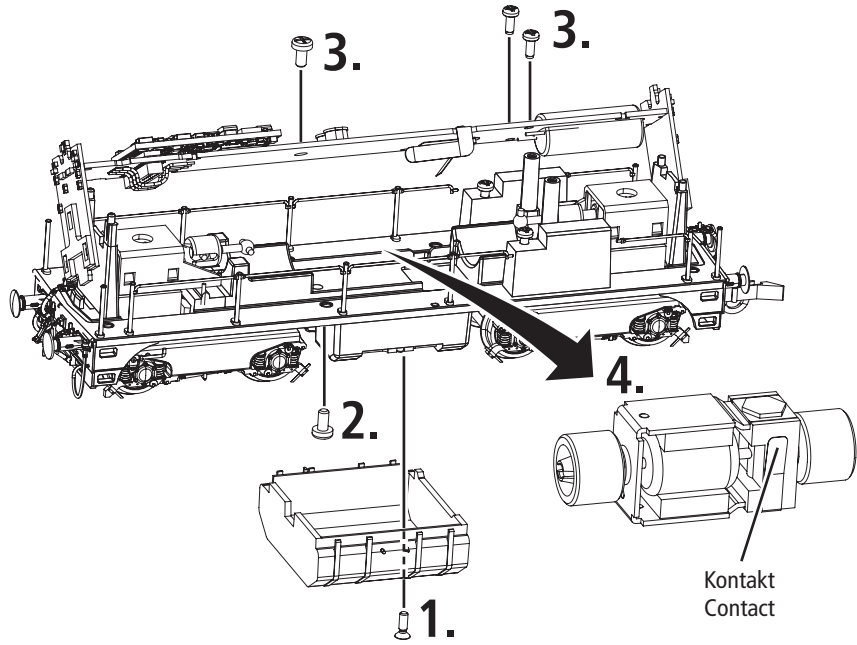

Fig. 6
1. Reinigung der Radstromkontakte: Radstromkontakte können auf unsauberen Schienen leicht verschmutzen. Entfernen Sie **vorsichtig** mit einem kleinen Pinsel **den Schmutz** an den in Fig. 6 gekennzeichneten Stellen.
1. Cleaning of wheel contacts: Wheel contacts easily get dirty on tracks which are not entirely clean. Use a small brush to **remove dirt** from spots marked in fig. 6.
Verwijder de lochuis (fig. 3). en verwijder met een penseel het vuil van de in fig. 6 aangegeven plaatsen.